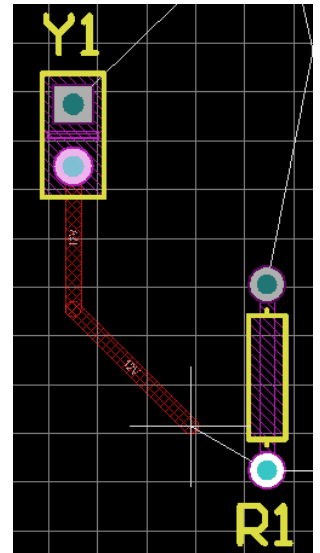

図 7 手動プロセスではカーソルが追従します
5. カーソルをレジスタ R1 の下側のパッドに移動させます。トラックセグメントがチェックパターンの中で表示される様子に注意してください。カーソルパスに追従します (図 7)。チェックパターンは、まだ、定まって (配置されて) いないことを示しています。パスに沿ってカーソルを戻すと、定まっていない配線も崩れます。ここでは、配線に二つの選択肢があります。